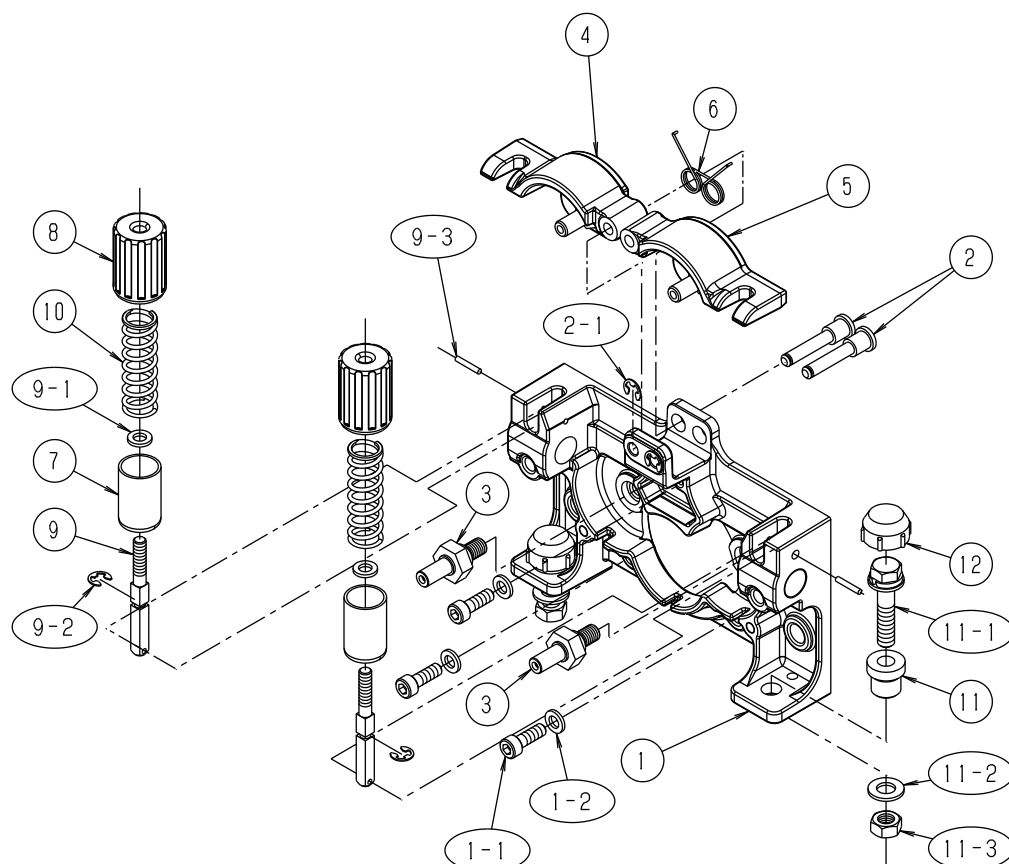

図2. ワイヤフィーダ分解図
⑨ パーツリスト(つづき)
9.2 ワイヤフィーダ関係(図2)